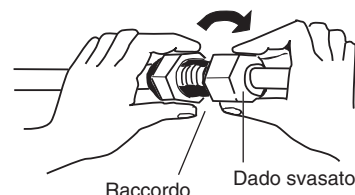

Fig. 5-5
- (3) Per un collegamento corretto, allineare il tubo di raccordo e quello svasato dritti uno rispetto all'altro e quindi, inizialmente, avvitarlo leggermente in modo da ottenere un contatto uniforme. (Fig. 5-5)